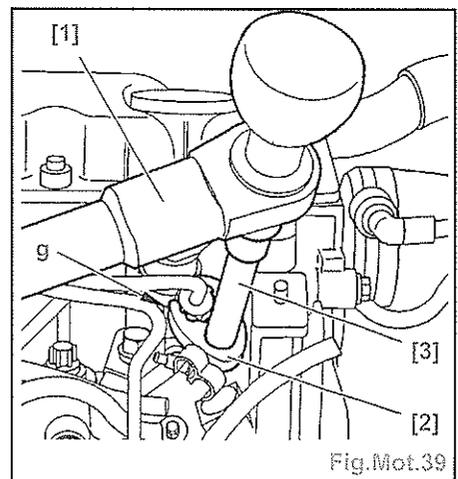
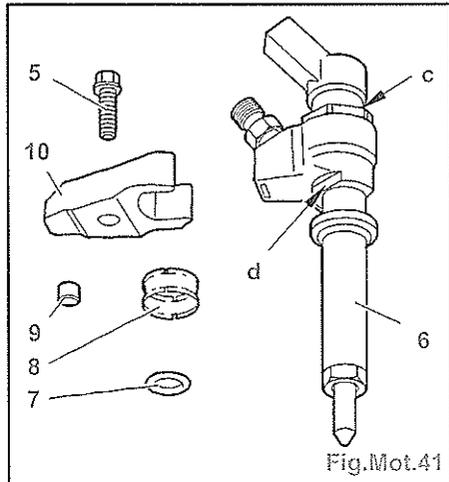

Fig.Mot.39
Fig.Mot.41
- les fixations (11) : $2 \pm 0,2$ m.daN,
- la fixation arrière (8) : $2,25 \pm 0,2$ m.daN.
- l'écrou de fixation du pignon (10) : $5 \pm 0,5$ m.daN,
- le tube haute pression (7) : $2,5 \pm 0,2$ m.daN, à l'aide des outils [1], [2] et [3] (Fig.Mot.39).
- la rampe d'injection (8),
- le tube d'alimentation haute pression (7) (neuf).
- Serrer à l'aide des outils [1], [2] et [3] (Fig.Mot.39) :
- Déposer (Fig.Mot.41) :
- les vis (5),
- les brides (10),
- les injecteurs (6),
- les bagues d'étanchéité (8),
- les joints (7),
- les grains d'appuis (9).
- serrer les vis (5) (Fig.Mot.41) à $3 \pm 0,3$ m.daN; à l'aide des outils [1], [3] et [5] (Fig.Mot.39),
- serrer les vis (5) (Fig.Mot.41) à $3 \pm 0,3$ m.daN; à l'aide des outils [1], [3] et [5] (Fig.Mot.39).
- Appliquer un contre-couple en (g) (Fig. Mot.39).
- la pompe d'amorçage gazole (4),
- les tubes de retour carburant (1),
- le faisceau électrique (2).
- Reposer les fixations (3).